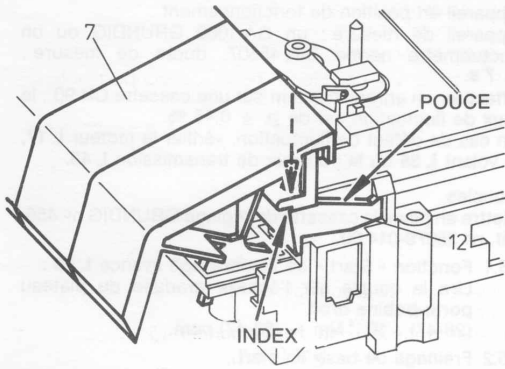

Fig. 5
Retirer le guide-touche **12** et les touches **7** (Fig. 5).
- 6.2 Remontage du guide-touche **12** et des touches **7** (Fig. 5). Pousser les ergots des touches à travers les évidements du curseur, et à l'aide des deux pouces, exercer une pression sur la gauche et la droite du guide-touche, pousser vers le bas (en suivant la flèche en pointillé sur la fig. 5).